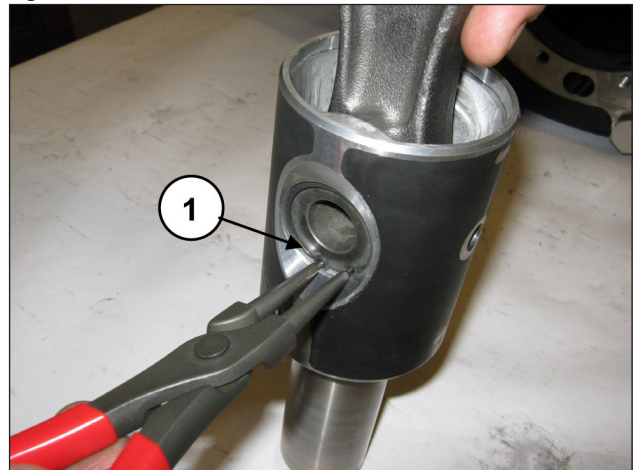
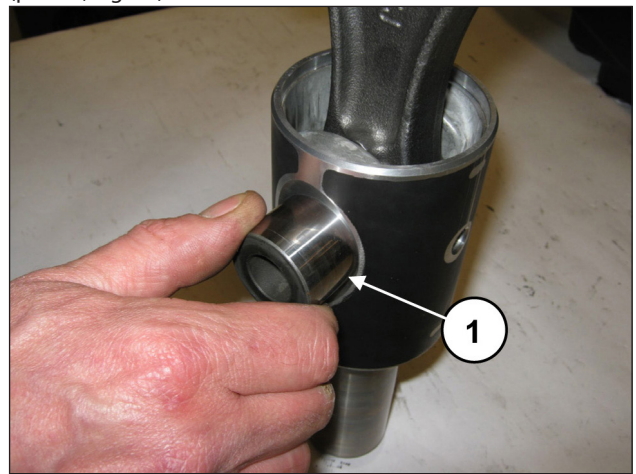
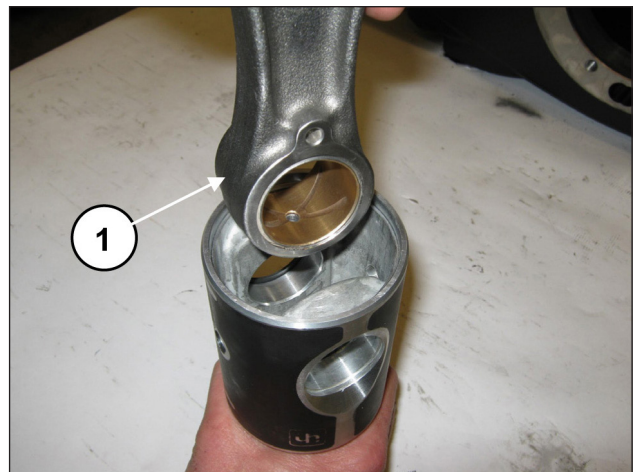

Fig. 37
Fig. 38
Fig. 39
Remova os dois anéis elásticos de bloqueio do pino (pos. ①, Fig. 37).
Solte o pino (pos. ①, Fig. 38) e forneça a extração da haste (pos. ①, Fig. 39).
Insira a haste na guia do pistão (pos. ①, Fig. 39) e, em seguida, insira o pino (pos. ①, Fig. 38). Aplique os dois elásticos perfilados (pos. ①, Fig. 37).